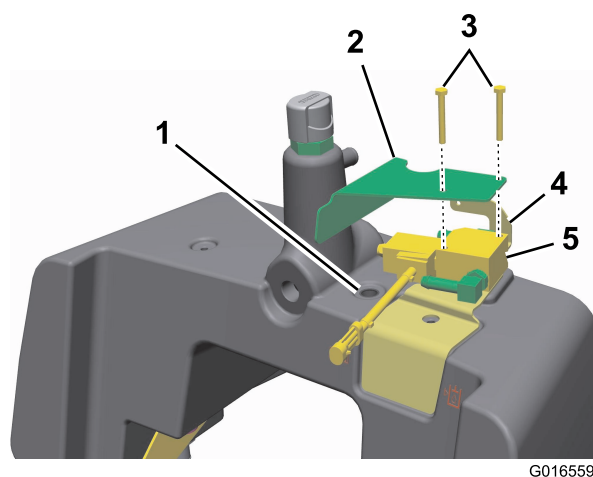

図 5
15. ビード加工されている90度油圧フィッティングをメイン油圧タンクに取り付ける（図 5）。